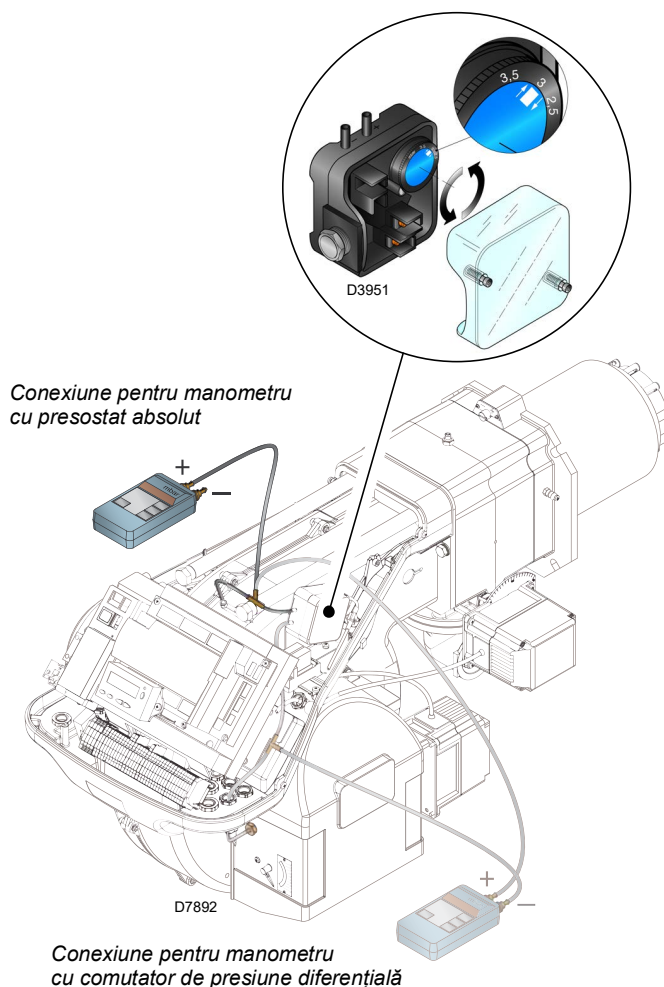

Fig. 29
- Reglați presostatul de aer (Fig. 29 la pag. 32) la începutul scării.
Efectuați reglarea presostatului de aer (Fig. 29) după ce ați efectuat toate celelalte reglaje ale arzătorului cu presostatul de aer reglat la începutul scării.
Conexiunea manometrului este prezentată la Fig. 29. Configurația standard este comutatorul de presiune a aerului conectat la toate. Observați prezența unei conexiuni „T” neasigurate.
În unele aplicații cu vid ridicat, conexiunea comutatorului de presiune nu permite comutatorului de presiune să comute. În acest caz, este necesară conectarea comutatorului de presiune în modul diferențial prin aplicarea unui al doilea tub între comutatorul de presiune a aerului și intrarea ventilatorului. În acest caz, manometrul trebuie să fie conectat și în diferențial, așa cum se arată în Fig. 29.